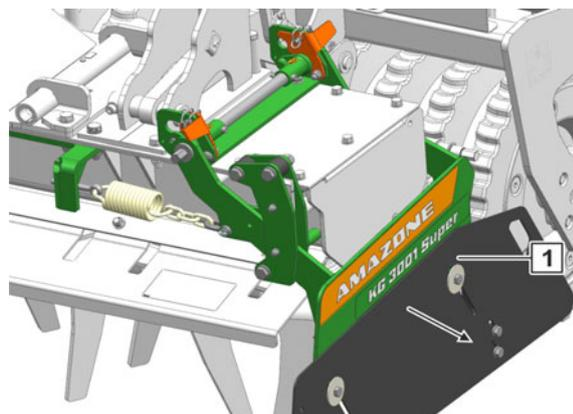

Fig. 145
- Seitenblech (Fig. 145/1) ist in der äußeren Position festgesetzt.